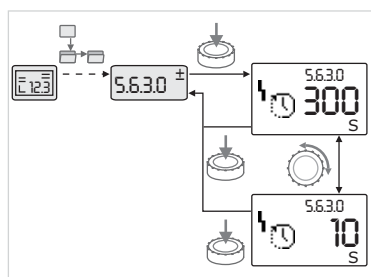

Fig. 38: Inställning med återgång till menyelementet "Val/inställningar"
- Gör följande för att ändra börvärdet eller en inställning (exempel se Fig. 38):